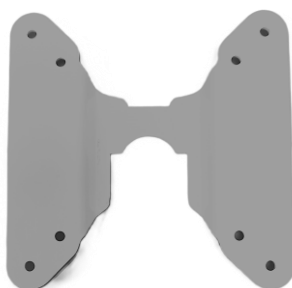

Abbildung 8- VESA-Halterung
3. **Befestigen Sie das Gerät an der Halterung.** An der Unterseite des Geräts befindet sich ein Halterung (siehe Abbildung 8). Um das Gerät an der Halterung zu befestigen, schieben Sie die Halterung über den VESA-Anschluss, bis Sie ein "Klicken" hören, das anzeigt, dass das Gerät richtig befestigt wurde.